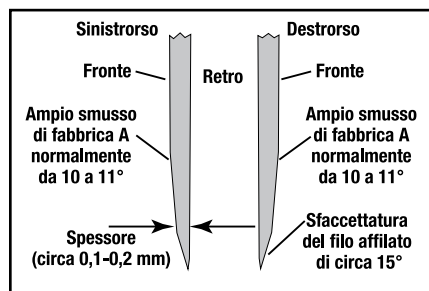

Figura 10. Sezione trasversale di una lama asiatica tradizionale bisellata da un solo lato che sono più sottili e affilate soprattutto su un lato.
I coltelli giapponesi tradizionali come la lama per il sashimi hanno un solo lato e hanno un grande bisello di fabbrica (Bisello A, Figura 10) da un lato della lama. Ci sono un gran numero di produttori di coltelli di questo tipo, ampiamente utilizzato per preparare il sashimi. Il bisello di fabbrica (Bisello A) è comunemente molato a circa 10 gradi, ma ci sono eccezioni poiché quell'angolo non è standardizzato nelle fabbriche. I disegni dei coltelli tradizionali giapponesi e la struttura dettagliata dei taglienti varia altrettanto considerevolmente da un produttore all'altro,
Prima di iniziare ad affilare una lama tradizionale giapponese, esaminare con attenzione al fine di verificare che si abbia la tradizionale lama a bisello singolo e determinare se si è destrimani o mancini come descritto nella Figura 10. È fondamentale seguire con attenzione la procedura e la sequenza di affilatura come descritto di seguito, al fine di realizzare il filo ottimale sulla vostra lama tradizionale.
In questo esempio, che presuppone che la vostra lama tradizionale sia per i destrimani, si deve affilare solo nella fessura a sinistra dello Stadio 1 **Acciaio**. Il numero di passate che sarà necessario fare dipende dall'angolo di fabbrica del Bisello A (Figura 10 e 11) e da quanto smussata potrebbe essere la vostra lama. Eseguire da cinque (5) a dieci (10) passate (1-2 secondi ogni due centimetri) nella sola fessura di sinistra dello Stadio 1 e quindi verificare la presenza di bava lungo l'intero lato posteriore del bordo della lama. (La bava creatasi nello Stadio 1 sarà poca, ma può essere sentita come mostrato nella Figura 9). Assicurarsi che la bava sia presente lungo tutta la lunghezza del bordo. Nel caso non ci sia nessuna bava o solo una bava parziale continuare a fare passate aggiuntive tutte nella fessura di sinistra circa cinque (5) alla volta e controllare se vi è la presenza di bava dopo ogni gruppo di cinque (5) passate. In generale